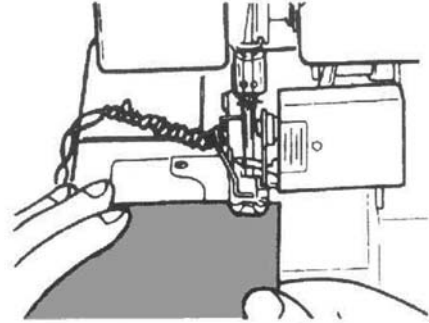

Abb.51
- Legen Sie die Textilie von vorne unter den Nähfuß **21** und nähen Sie eine Probenahrt (Abb. 51). Ziehen Sie dabei keinesfalls an der Textilie, da sonst die Nadel verbogen wird oder sogar abbricht.